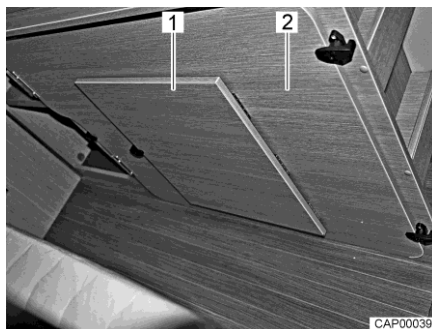

Fig. 44 Tavola di rinforzo sul cassone letto di destra
- Togliere la tavola di rinforzo aggiuntiva (Fig. 44,2) dal cassone letto di destra, in coda.
- Aprire i supporti per piedi (Fig. 44,1) sulla tavola di rinforzo.